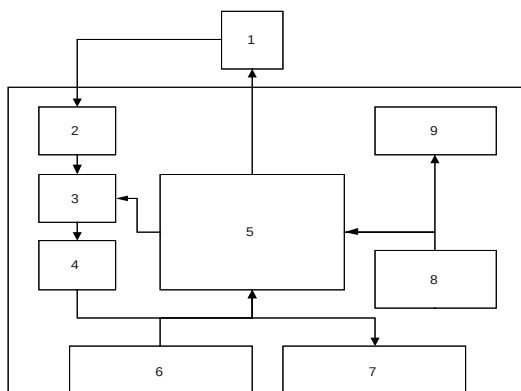

Рис.4.1. Структурная схема дефектоскопа
4.2.1 Структурная схема, поясняющая работу дефектоскопа, приведена на рис.4.1.